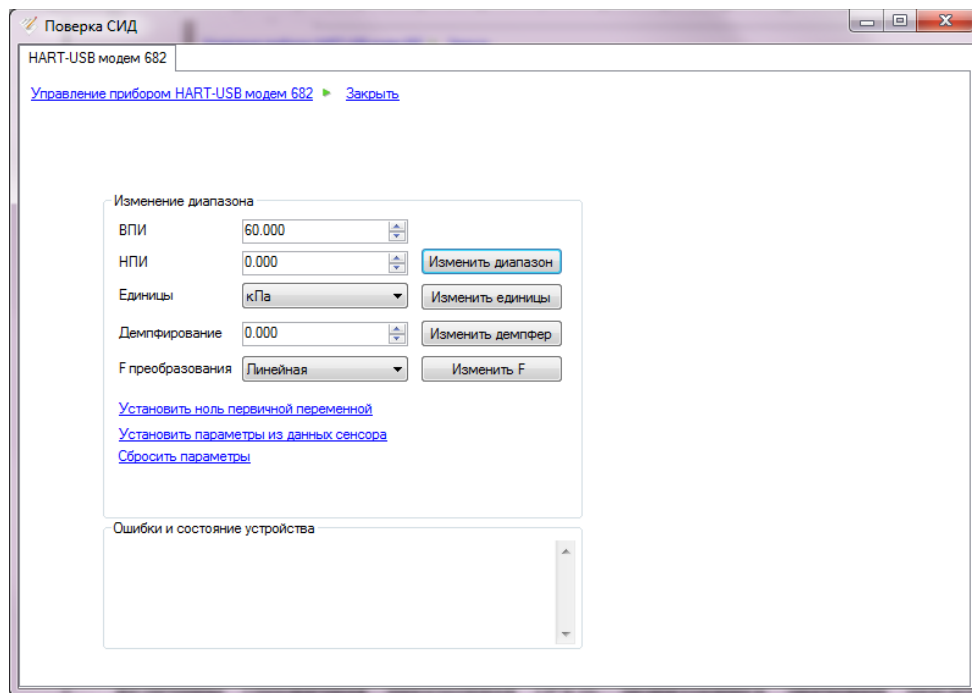

Рисунок 4.122 – Изменение диапазона
- Настройка диапазона и единиц измерений (см. Рисунок 4.122);